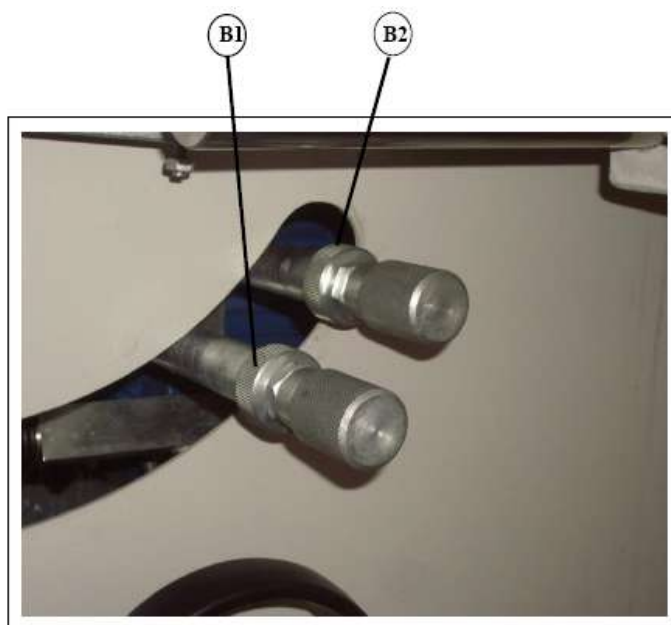

Рис. 4.12
- Для фиксации положения подрезной пилы, ослабьте рукоятку упора В1 или В2 (рис. 4.12).
- Затяните рукоятку упора В1 или В2 (рис. 4.12).